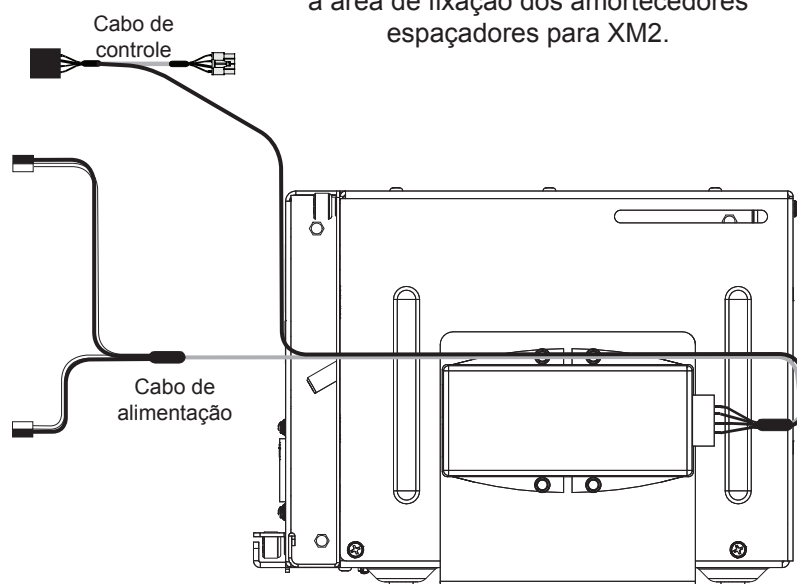

Figura 3: vista lateral, injetor PoE, suporte para fixação e harness de alimentação/controlado instalados.
3. Conecte o harness de alimentação/controlado ao receptáculo de 5 pinos do injetor nesse momento (veja a Figura 3). Posicione o suporte para o injetor PoE sob a fonte de alimentação e centralize-o. Passe o harness de alimentação/controlado acima e abaixo do injetor.